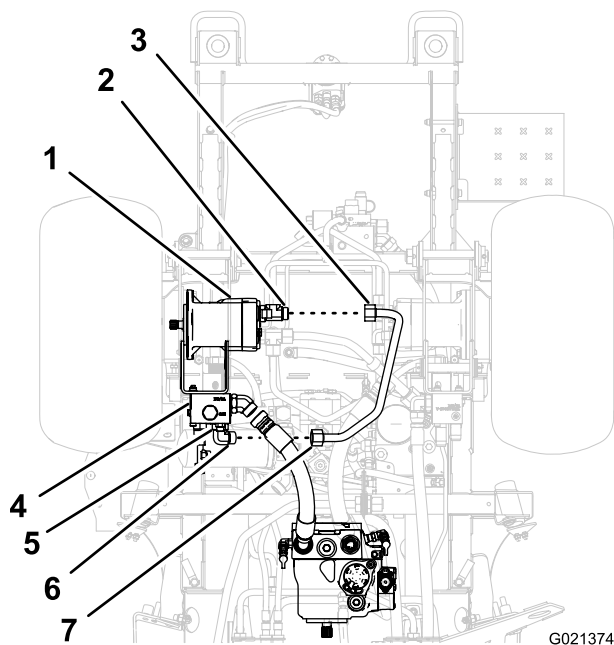

Figura 10
- Alinee las tuercas del tubo del motor de tracción con el acoplamiento en T del motor de tracción y el acoplamiento de 90° del divisor de flujo (Figura 10).
- Enrosque las tuercas del tubo del motor de tracción en los acoplamientos del motor de tracción y del divisor de flujo (Figura 10).
- Apriete la contratuerca del acoplamiento de 90° (Figura 10).